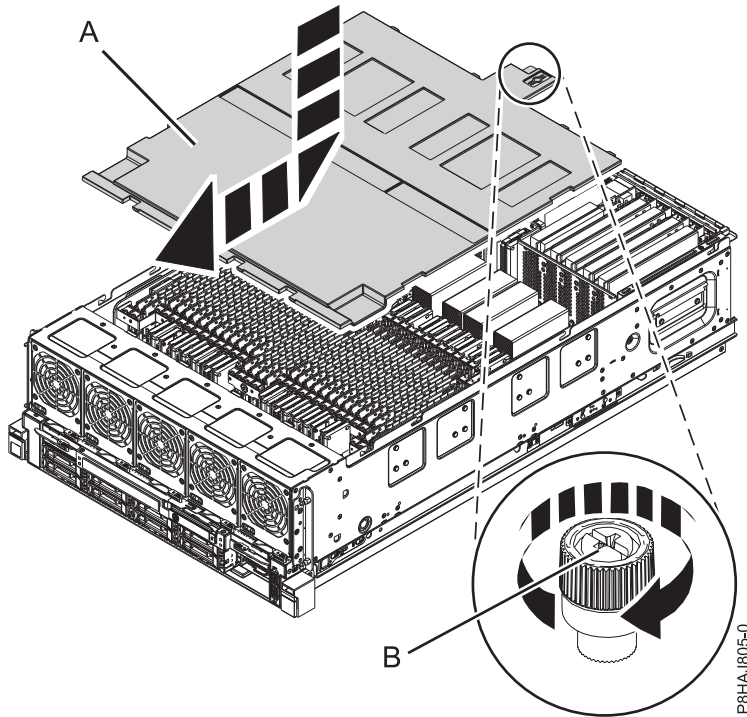

Abbildung 41. Sicherheitsabdeckung wiedereinbauen
2. Schieben Sie die Sicherheitsabdeckung (A) in Richtung Chassis.
3. Ziehen Sie die Rändelschraube (B) fest, indem Sie sie in die in Abb. 41 auf Seite 62 gezeigte Richtung drehen, um die Sicherheitsabdeckung am Chassis zu sichern.